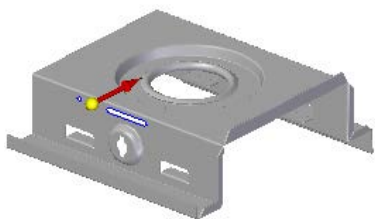
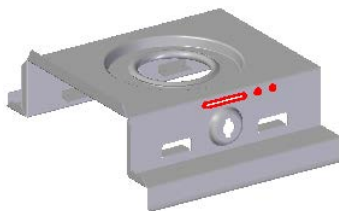

图 8.10.53 定义移除方向
图 8.10.54 镜像特征 5
(3) 定义除料特征属性。在“除料”命令条中单击“穿透下一个”按钮 , 并将移除方向调整至图 8.10.53 所示的方向。
(4) 单击 **完成** 按钮，完成特征的创建。
Step25. 创建图 8.10.54 所示的镜像特征 5。
(1) 选取要镜像的特征。选取上一步所创建的除料特征为镜像源。
(2) 选择命令。单击“主页”功能选项卡“阵列”工具栏中的 **镜像** 按钮。